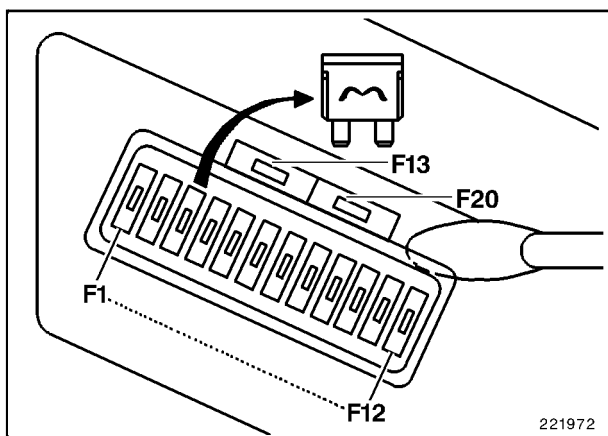

Fig. 2
- Retirar la cubierta transparente de la caja de fusibles. Para tal fin, orientar a un lado las dos grapas reténes laterales de la cubierta. Ahora se tiene acceso libre a los fusibles (Fig. 2).